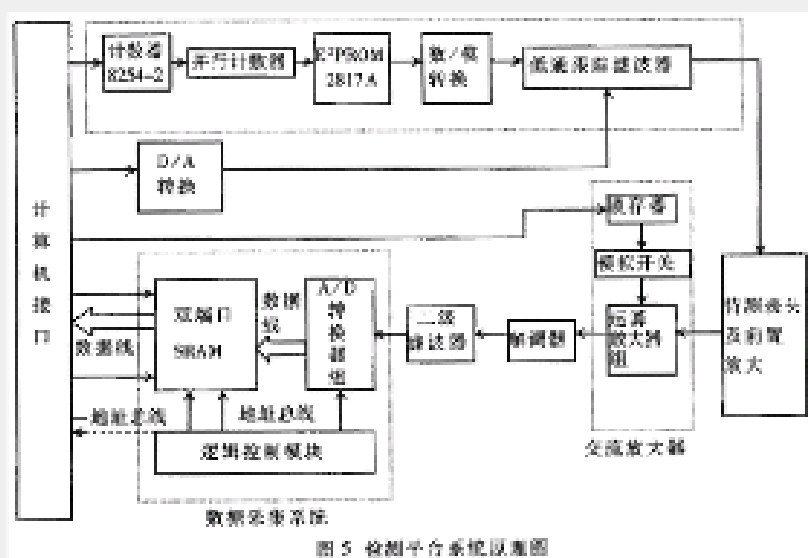

图 5 检测平台系统原理图
21. 该系统的工作原理如图 5 所示。对惯性传感器施以适当的激励信号后，传感器的动片即处于振动状态，上下极板间的电容发生周期变化，采用电荷放大器电路将该信号提取出来，经交流放大、解调后通过 A/D 转换变成数字量采集到微机中。观察传感器的输出响应，为下一步利用软件方法分析微机械惯性传感器的时域、频域特性打下基础。